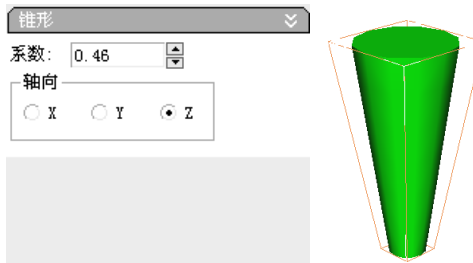

图 3-16 锥形变形参数设置及结果
- ◇锥形变形：设置沿 X、Y、Z 方向的锥形变形系数，如图 3-16 所示。